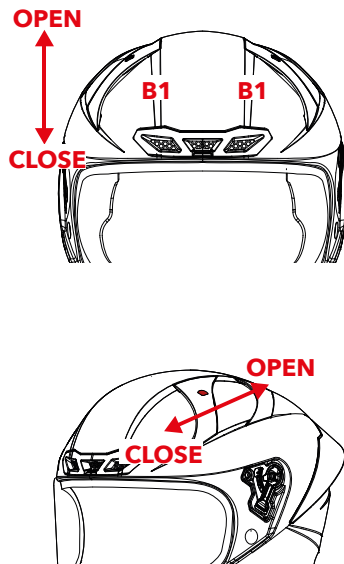

FIGURA 6
PRESE D'ARIA FRONTALI LATERALI – B1 – Figura 6
- Figura 6: spostare il cursore verso l'alto per aprire le prese aria / spostare il cursore verso il basso del casco per chiudere le prese d'aria.